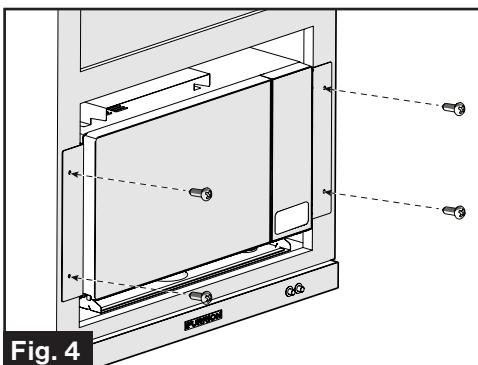

Fig. 4
4. Fije el microondas dentro del gabinete con 4 tornillos KA M4x20 mm provistos. (Fig. 4)